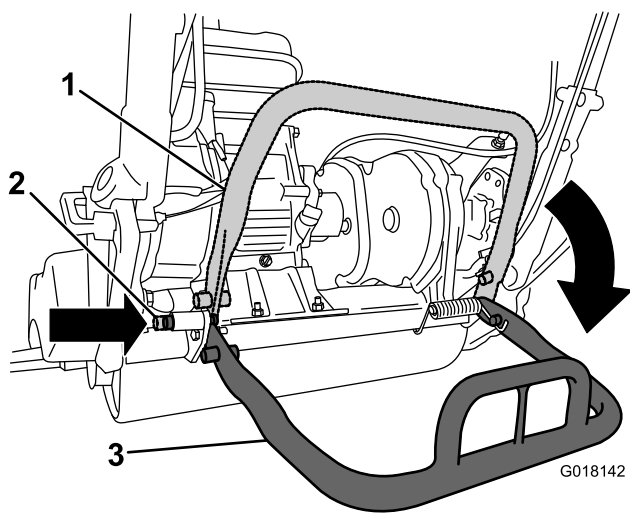

图3
2. 放下支撑架并推入锁定销、将支撑架锁定在维修位置（图3）。